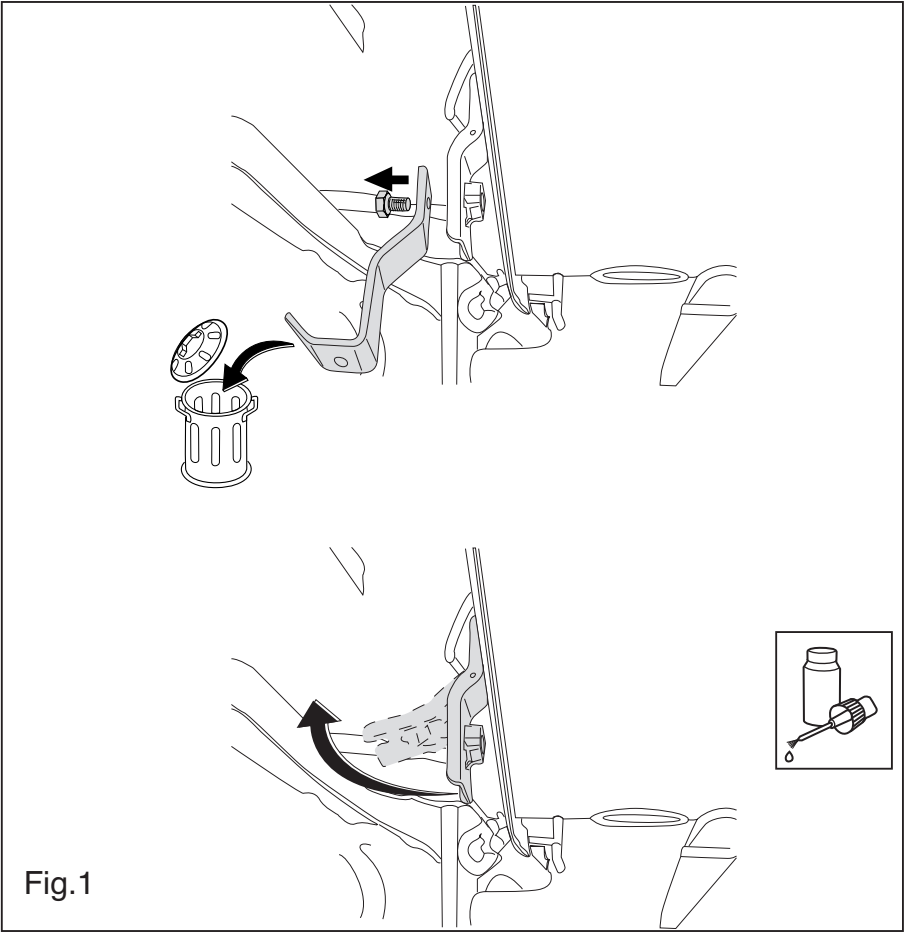

Fig.1
1. Oter, si présent, le petit collier de fixation du pare-chocs situé au milieu du pare-chocs. Ce collier ne sera pas réutilisé. Voir la figure 1. Positionner à gauche et à droite les plaques latérales D et E à l'intérieur des longerons de châssis et les fixer à l'emplacement des points A et B sur les trous existants à l'aide de quatre boulons M12x1,25x35, y compris les rondelles grower et les rondelles de blocage. Positionner la poutre transversale entre les plaques D et E qui viennent d'être montées et les fixer à l'emplacement des points F à l'aide de quatre boulons M10x30, y compris les écrous, les rondelles grower et les rondelles de blocage.
1. Demonter, på bøjle, kofangerophænget midt på kofangeren. Dette anvendes ikke mere. Se fig. 1. Anbring sidepladerne D og E i venstre og
1. Mocowanie, gdy obecny, zderzaka znajdujące się dokładnie na środku zdemontować. Element ten nie będzie ponownie wykorzystywany. Patrz rysunek 1. Przyłożyć do podłużnicy z prawej i lewej strony od wewnątrz płyty boczne D i E a następnie korzystając z czterech śrub M12x1,25x35 skrócić wraz z podkładkami sprężynowymi i płaskimi poprzez otwory znajdujące się tam otwory. Belkę haka holowniczego umieścić pomiędzy płytami D i E a następnie skrócić w punktach F za pomocą czterech śrub M10x30 wraz z nakrętkami, podkładkami sprężynowymi i płaskimi.